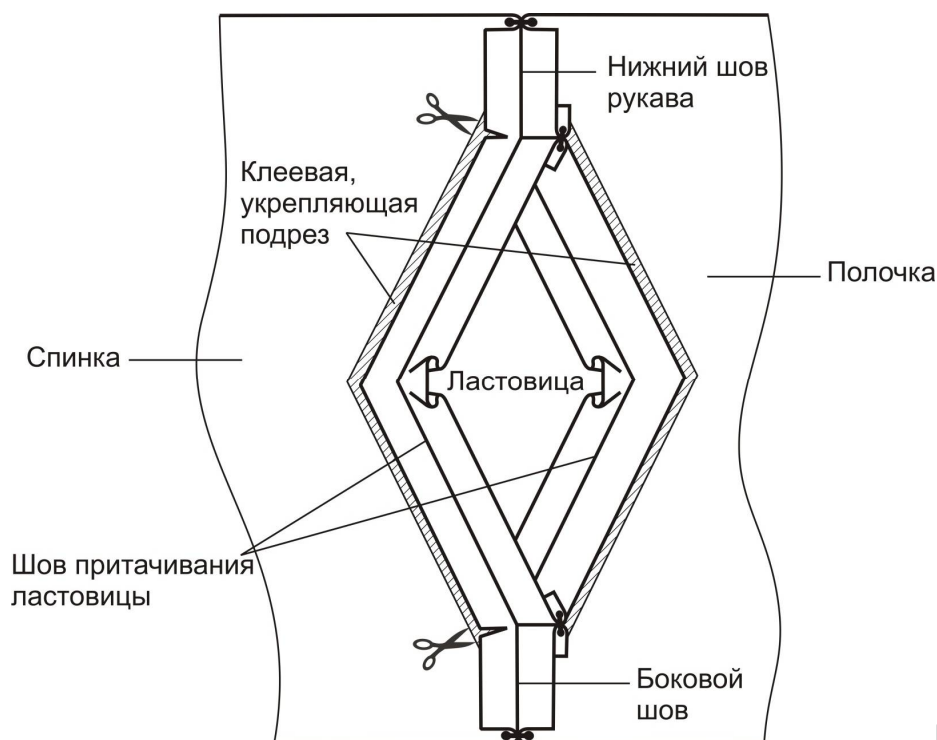

Рисунок 1
10. Ластовицу приметывают, а затем притачивают к подрезу полочки, совместив угол ластовицы с пометкой «А» с углом подреза полочки (рис.1).
11. Вторую сторону ластовицы соединяют при стачивании нижних срезов рукава и боковых срезов изделия одной строчкой. Для этого сметать половинки полочек и спинок, сложив их лицевыми сторонами друг к другу: вначале от линии низа рукава по нижнему срезу рукава и далее сметывая одну из сторон подреза со стороной ластовицы до угла с пометкой «В», а затем от линии талии по боковым срезам и далее сметывая другую сторону подреза с оставшейся стороной ластовицы также до угла с пометкой «В». Стачать. При необходимости, подрезать припуск в углах перехода от ластовицы к боковому/локтевому срезу (рис.1).